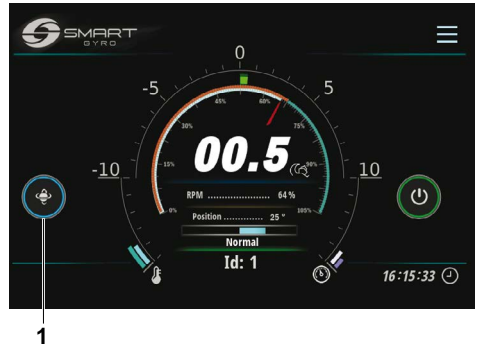

Bild 7
- Efter det att skovelhjulet överskrider 55 % av max-hastigheten, tillåts förtrycket och ringen runt ikonen blir blå, som indikerar att förtrycket låsts upp och att sfären kan oscilleras (bild 7, (1)).